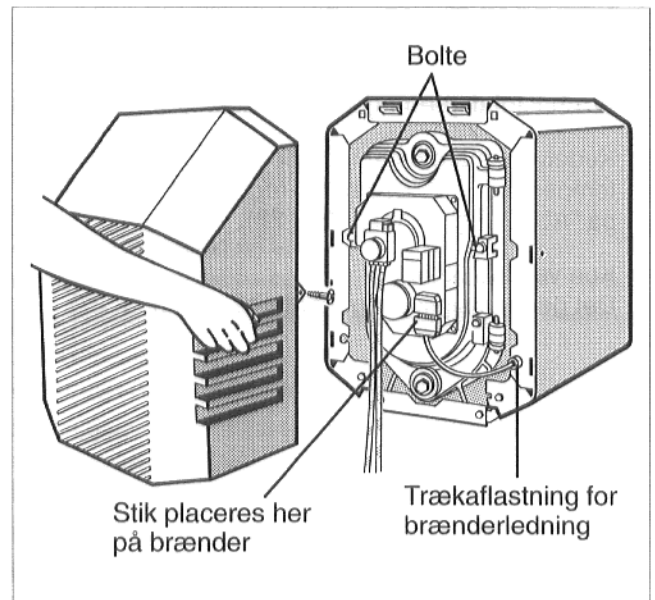

Fig. 24
- Justeringsmøtrikker på bagsiden af brænderledningens trækafastning løsnes, og brænderledningens længde fra trækafastning til brænder indstilles. Justeringsmøtrikker trækkes til igen (Fig. 24).
- Bolte på brænderlåge fjernes, brænderlåge åbnes og afmonteres (Fig. 24).